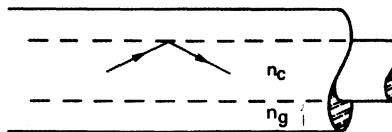

Fig. 19
La figure 19 schématise une telle réalisation et montre la marche du rayon lumineux. L'équation (3) devient :